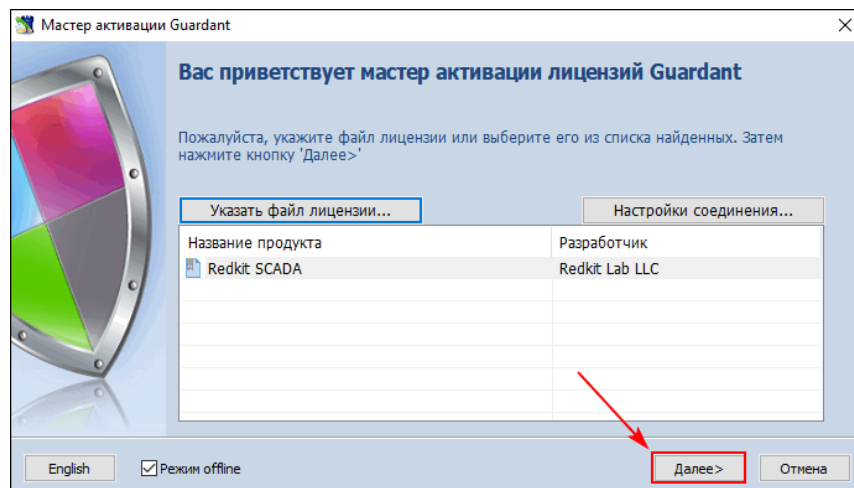

Рисунок 31 - Подтверждение файла лицензии
6. Нажмите **Далее** (Рисунок 31).